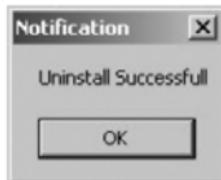

Рис. 7.7. Экранная форма успешного удаления драйвера
- при успешном удалении драйвера появляется следующая форма (рисунок 7.7). Для закрытия экранной формы следует нажать кнопку «OK».